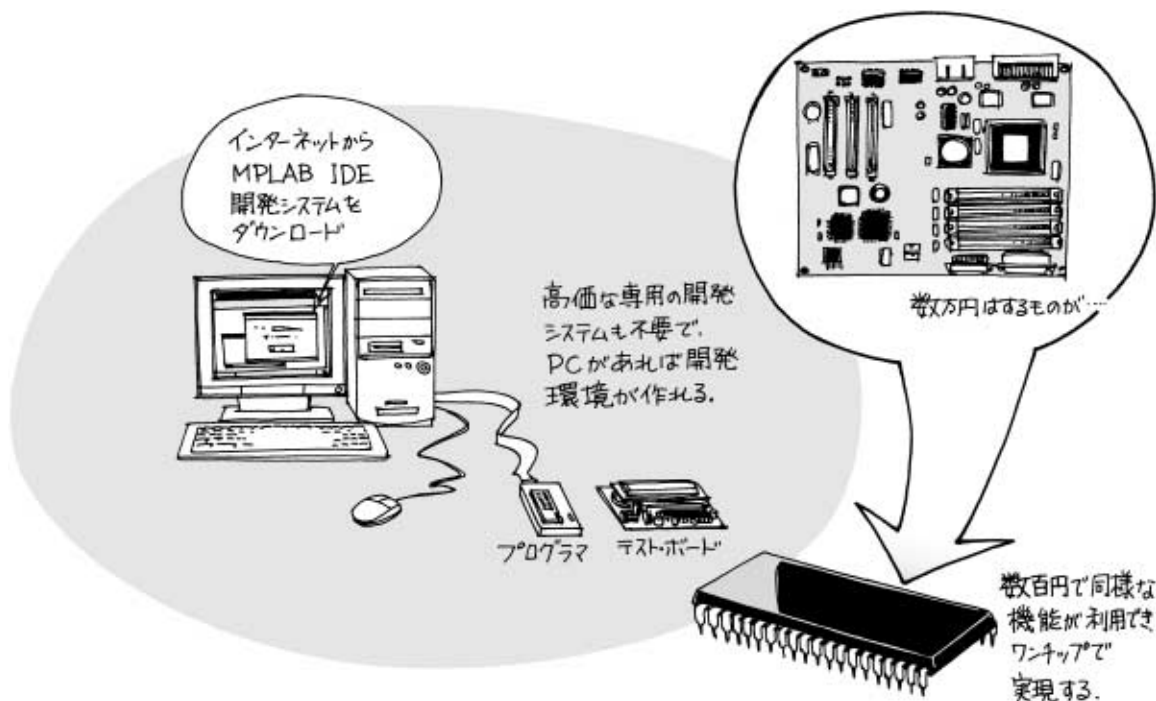

図1-4 ボード、コンピュータがワンチップに
PICを使えば、わずか数百円でCPU、I/O、通信モジュール、EEPROM①、A-D変換モジュールが搭載されたコンピュータ・ボードと同等な機能が、ワンチップで入手できるのです。簡単な制御であってもこれを使わない手はありません(図1-4)。